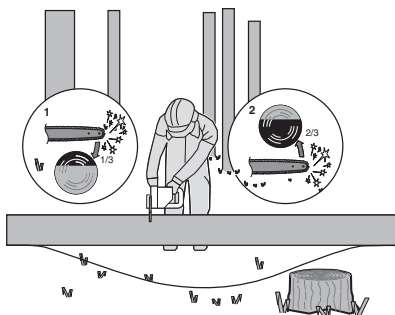

Bild 5
När stocken stöttas i båda ändarna, så som visas på bild 5, såga 1/3 diameter från ovsidan (kapning från ovsidan) (1). Gör sen den avslutande kapningen genom kapning från undersidan, från de andre 2/3 (2), för att möta den första sågningen.